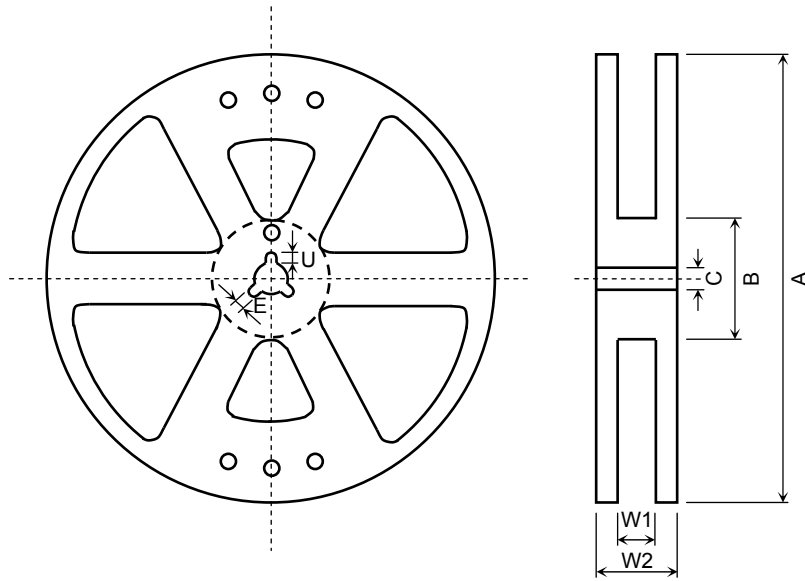

図3 リール形状
- (1) 材 質: プラスチック
- (2) 寸 法: 図3および表4に示します。